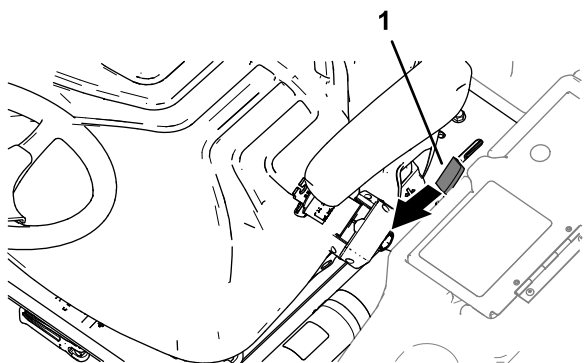

Figura 51
1. Deplasai mânerul elementului de fixare a platformei (Figura 51) spre partea din față a mainii până când cârligele eliberează bara de blocare.